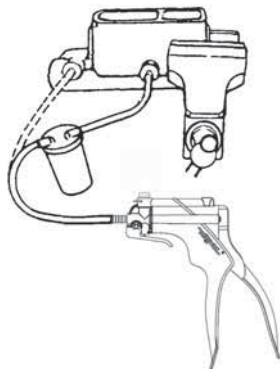

FIGURE 2: PURGE SUR ÉTABLI
3) Enlever un bouchon du maître-cylindre et raccorder l'adaptateur correct à cet orifice de sortie du maître-cylindre. Raccorder le tube de pompe au récipient et celui de ce dernier à l'adaptateur (FIGURE 2).